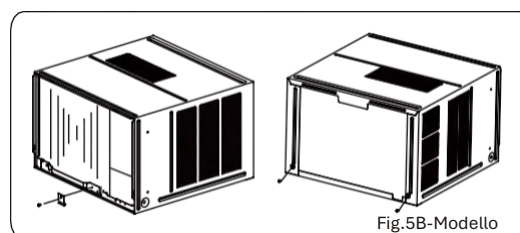

Fig. 5B-Modello B
1. Rimuovere una vite che fissa la staffa di montaggio del telaio, quindi smontare la staffa di montaggio del telaio. Rimuovere le due viti sul retro dell'armadietto, come mostrato nella Fig. 5B.